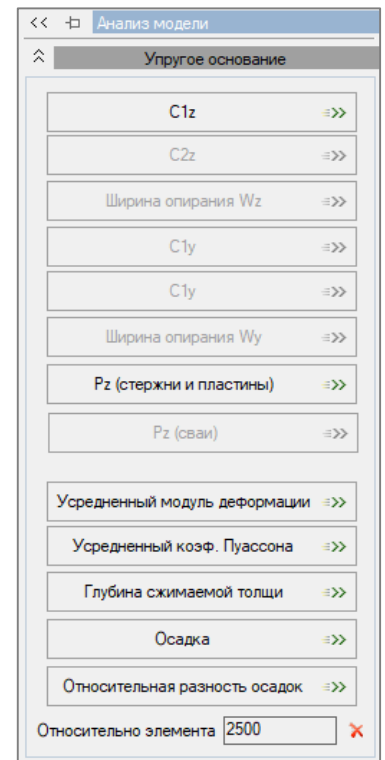

Рис. 5.28
Нажмите кнопку , слева появится панель **Анализ модели** (рис. 5.28).
4. Активизируется кнопка **Относительная разность осадок**. В окне под кнопкой будет указан номер этого элемента (рис. 5.28).
Убрать реперный элемент можно, нажав кнопку  (рис. 5.28)